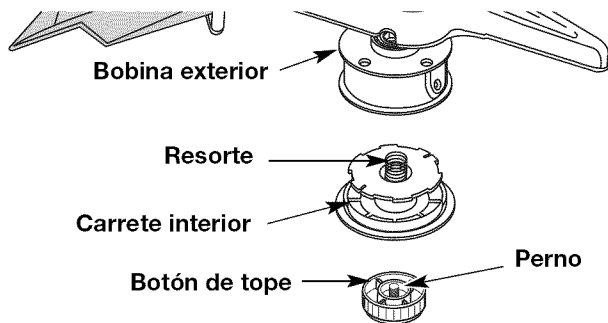

Fig. 27
1. Sostenga la bobina exterior con una mano y desenrosque el botón de tope en sentido antihorario (Fig. 27). Inspeccione el perno de adentro del botón de tope para verificar que se mueva con libertad. Cambie el botón de tope si está dañado.
2. Saque el resorte de la bobina exterior (Fig. 27).
3. Saque el resorte del carrete interior (Fig. 27).
1. Sostenga la bobina exterior con una mano y desenrosque el botón de tope en sentido antihorario (Fig. 27). Inspeccione el perno dentro del botón de tope para verificar que se mueva con libertad. Cambie el botón de tope si está dañado.
2. Saque el carrete interior viejo de la bobina exterior (Fig. 27).
3. Saque el resorte del carrete interior viejo (Fig. 27).